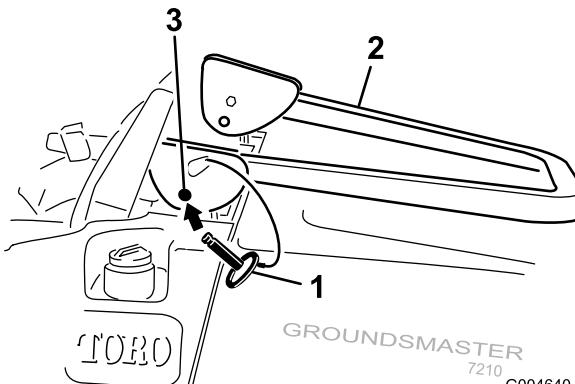

Bild 12
- Senken Sie den Überrollbügel ab (Bild 12).